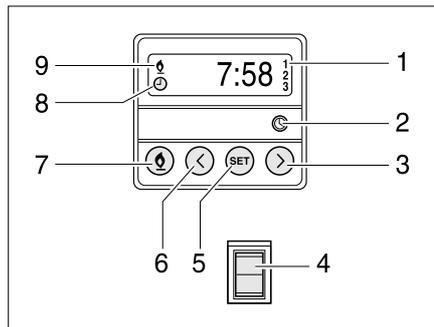

Bild 188 Bedieneinheit für Standheizung
Manuell einschalten: ■ Taste (Bild 188,7) drücken. Der Heizbetrieb wird durch das Symbol (Bild 188,9) angezeigt. Das Gebläse wird erst bei einer Kühlwassertemperatur von 30 °C zugeschaltet.
Manuell ausschalten: ■ Taste (Bild 188,7) drücken. Das Symbol (Bild 188,9) erlischt.
Motorbeheizung zuschalten: ■ Schalter (Bild 188,4) unten drücken. Motor wird vorgewärmt. Das Gebläse wird sofort zugeschaltet.
Motorbeheizung abschalten: ■ Schalter (Bild 188,4) oben drücken. Motor bleibt kalt.
Uhrzeit einstellen: ■ Taste (Bild 188,2) drücken. Die Uhrzeiteinstellung wird durch das Symbol (Bild 188,8) angezeigt.
■ Mit den Tasten (Bild 188,3 und 6) die Uhrzeit einstellen.
Heizbeginn programmieren: ■ Taste (Bild 188,5) drücken.
■ Innerhalb von 10 Sekunden mit den Tasten (Bild 188,3 und 6) die Einschaltzeit einstellen.
Programmierte Einschaltzeit auswählen: ■ Taste (Bild 188,5) so oft drücken, bis die gewünschte Programmnummer (Bild 188,1) im Display angezeigt wird.